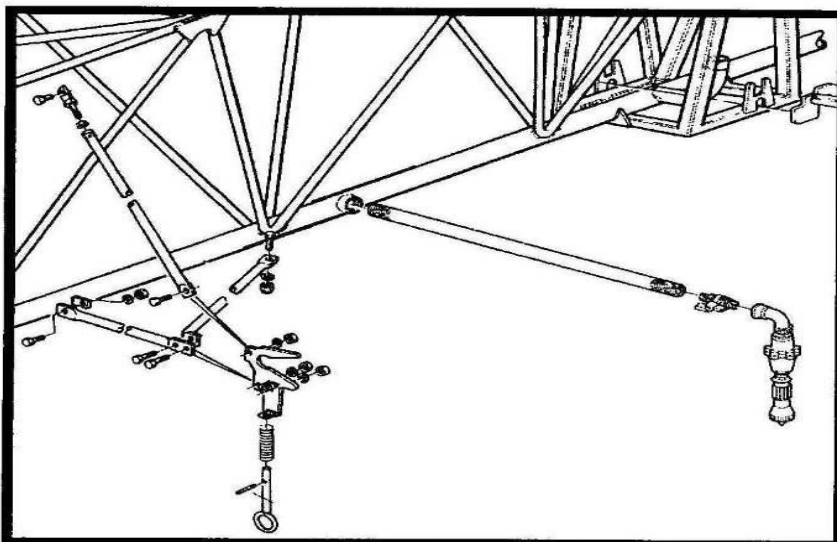

Abb.8
Damit die Beregnungsmaschine besser sichtbar ist, kann der Ausleger um 90° gedreht werden. Stellen Sie sicher, dass die Mini-Ausleger (Seite 9, Abb. 8) zum Traktor gerichtet sind. Prüfen Sie, dass die Beregnungsmaschine auf Abwickeln eingestellt ist und ziehen Sie den Ausleger zum Ende der Bahn. Vor dem Abhängen der Deichsel darf keine Lenksperre eingesetzt werden. Die Räder müssen gerade ausgerichtet bleiben. Dieses ist für die Lenkgenauigkeit wichtig.
Beachten Sie die Stellung des Mini-Klappauslegers (Abb. 8), der nach hinten gerichtet sein muss.
- 7: Die Mini-Ausleger wie abgebildet ausklappen (Seite 9, Abb. 8).
- 2: Klappen Sie die Mini-Ausleger ein (Seite 9, Abb. 8).